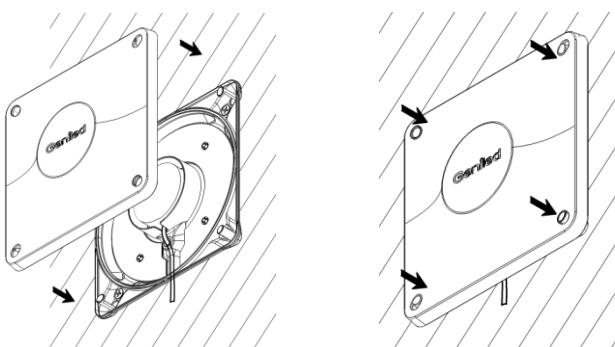

Рисунок 5 – Установка рассеивателя.
- 5.8. Установите переднюю крышку (рассеиватель) (Рисунок 5). Аккуратно надавите на переднюю крышку в местах креплений до характерного щелчка. Важно чтобы все четыре клипсы защелкнулись.